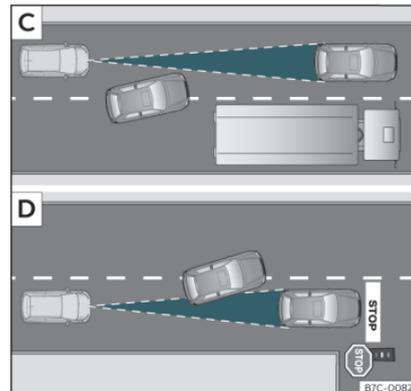

Fig. 155 **C** Changement de voie d'un véhicule. **D** Véhicule tournant et un autre arrêté.
- Véhicules changeant de voie pour aller sur la vôtre, à courte distance de votre véhicule »» fig. 155 [C].
L'ACC peut ne pas réagir face à des véhicules arrêtés. Par ex., si un véhicule détecté par l'ACC tourne ou se détache et que devant ce dernier se trouve un véhicule à l'arrêt, l'ACC ne réagira pas face à celui-ci»» fig. 155 [D].